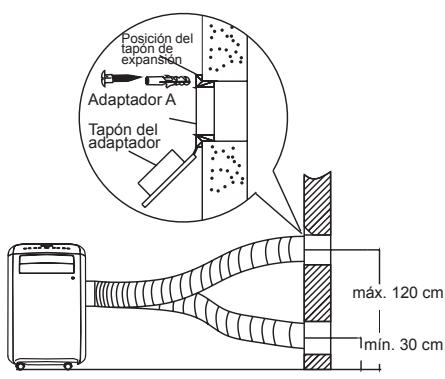

Fig. 19
1. Practique un agujero en la pared. Instale el adaptador mural de drenaje A en la pared (exterior) con la ayuda de 4 tapones de expansión y tornillos de madera. (Véase fig. 19)